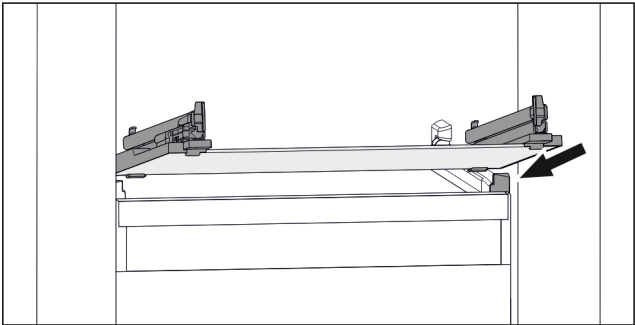

Fig. 142 Representación de la placa de vidrio a modo de ejemplo
- ▶ Coloque la placa de vidrio inclinada detrás de los topes. (consulte Fig. 142)